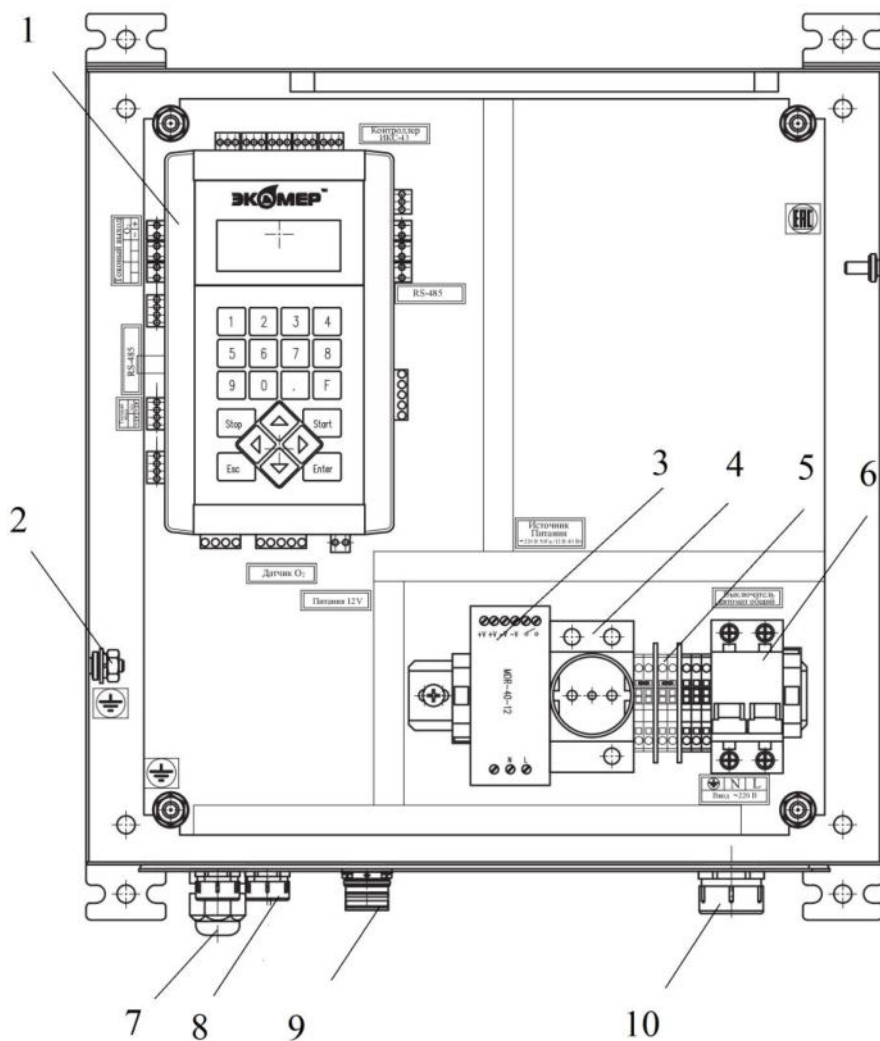

Рис. 3 – Блок измерительный (мод.14)
Размещение элементов блока измерительного внутри шкафа показано на *Рис. 3*.
В нижней части шкафа (см. *Рис. 3*) размещаются источник вторичного электропитания 220/12 V (3), электрическая розетка ~220 V (4) для сервисного обслуживания, клеммная панель (5), вводной автоматический выключатель ~220 V (6).